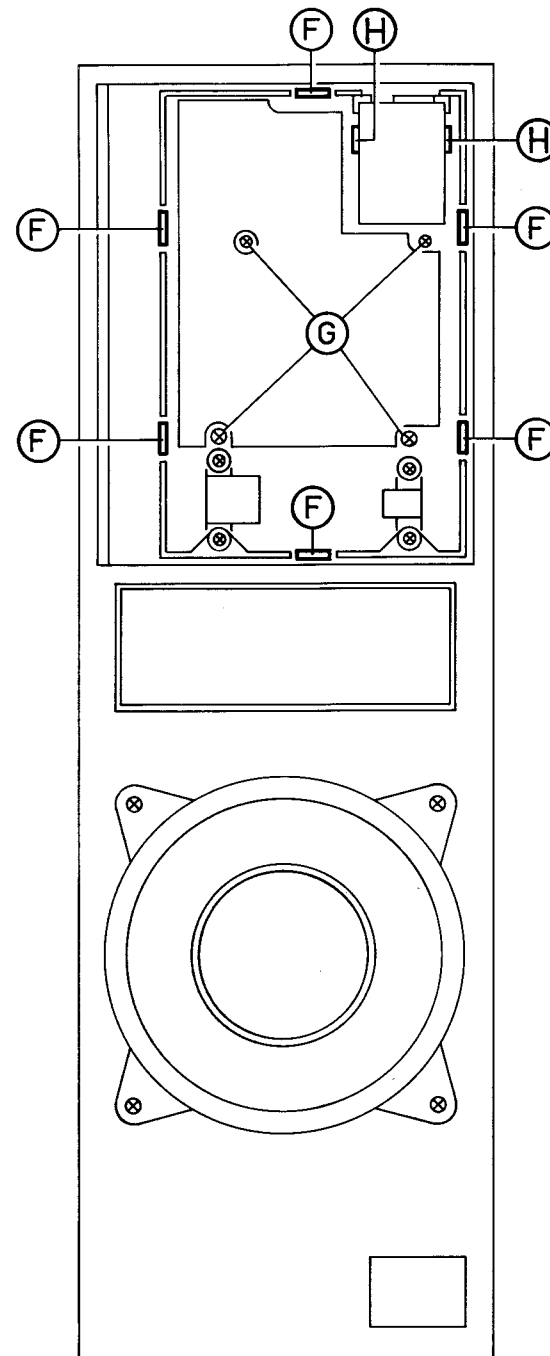

Fig. II-2
4. Der obere Teil der Bedienungsleiste lässt sich als Gesamtheit auf der Vorderseite herausnehmen, nachdem die sechs Rastnasen F von der Rückseite mit einem Schraubenzieher entriegelt worden sind, siehe Bild II-2. Für Reparaturen an der Leiterplatte können auch die Schrauben G gelöst werden. Nach Entriegelung der Rasten H lässt sich die Nahbedienung (am Gerät) herausnehmen.